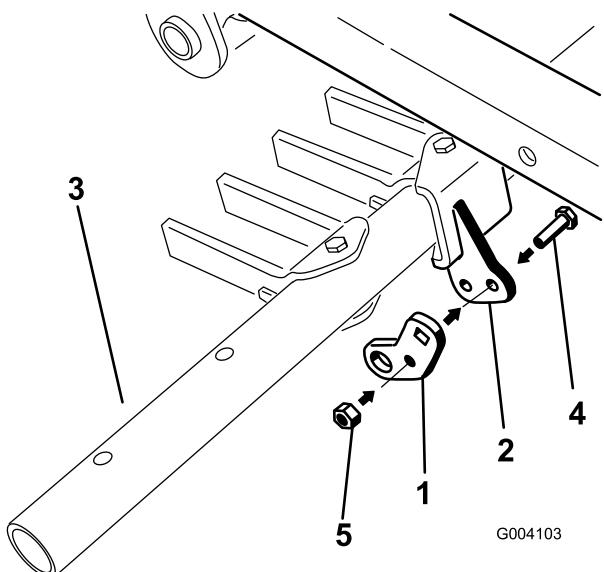

Figura 14
2. Instale sem apertar o furo central da patilha articulada na barra de ferramentas utilizando um parafuso (5/16 x 1 pol.) e uma porca de bloqueio (5/16 pol.) (Figura 14).